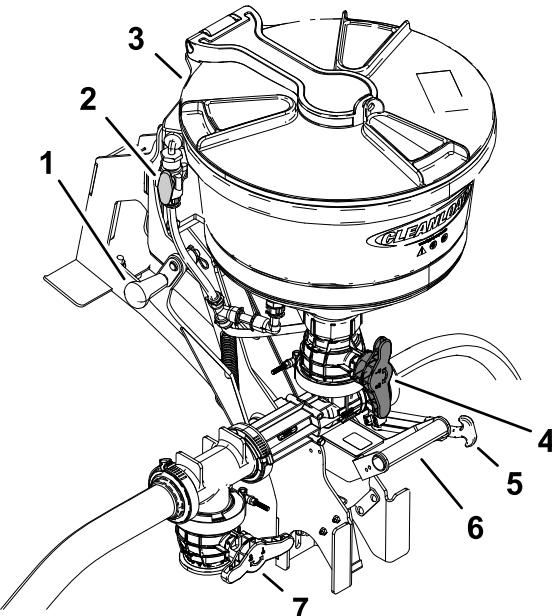

Figure 41
- Utilisez la poignée inférieure pour abaisser le mélangeur (Figure 41).
- Ouvrez le couvercle pour vérifier qu'aucun corps étranger ne risque de gêner le fonctionnement ou de contaminer le système (Figure 41).
- Ouvrez la vanne de la trémie (bouton rouge) situé au bas de la trémie (Figure 41).
- Ouvrez la vanne de la trémie (Figure 41).
- Ouvrez la vanne de rinçage et rincez la trémie pendant 20 secondes (Figure 41).
- Refermez la vanne de rinçage (Figure 41).
- Levez le mélangeur et attachez-le avec la sangle de transport (Figure 41).
- Fermez la vanne de coupure du mélangeur et la vanne de la trémie (Figure 41).
3. Refermez et verrouillez le couvercle de la trémie en le tournant dans le sens horaire (Figure 41).
6. Ramenez le mélangeur en position de transport et sécurisez-le avec la sangle de transport (Figure 41).